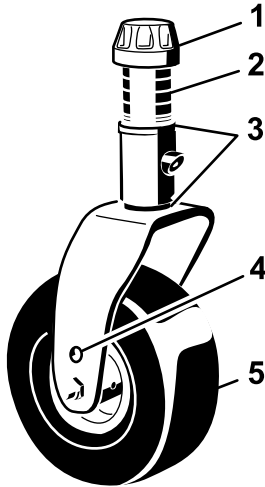

Bild 16
4. Entfernen Sie die Spannkappe von der Spindelwelle und ziehen die Spindel aus dem Laufadarm heraus (Bild 16).